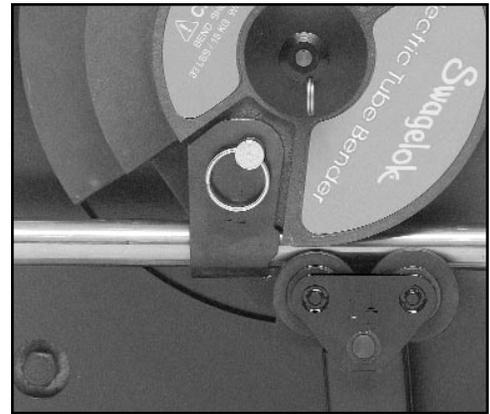

Bild 9
3. Das Rohr durch die Rohrklammer schieben, und die Biegemarkierung mit der linken Kante der Rohrklammer ausrichten (siehe Bild 9).